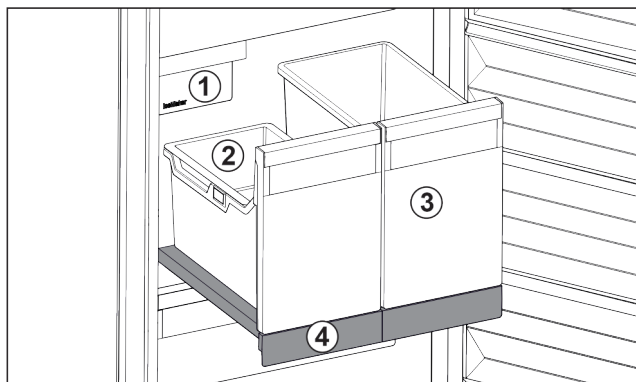

Fig. 99 Vysouvací přihrádka s IceTower
Na vysouvací přihrádce jsou dvě vysoké nádoby (IceTower). V nádobě Fig. 99 (2) se shromažďují a skladují kostky ledu z IceMaker. Nádoba Fig. 99 (3) se hodí pro skladování vysokých potravin jako pizzy nebo alkoholické nápoje.